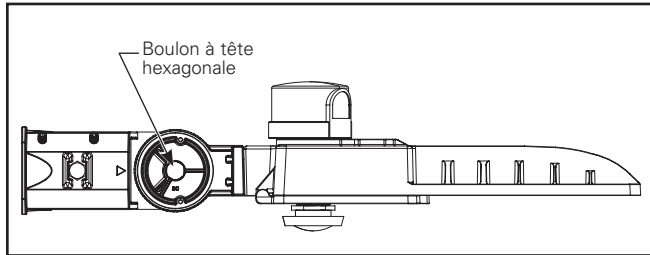

Figure 4.
- Ajustez l'adaptateur d'emboîtement à l'angle souhaité en desserrant suffisamment le boulon hexagonal central pour le tourner et le régler. Resserrez le boulon hexagonal central à un couple de 13,5 Nm (120 po-lb) (figure 4).